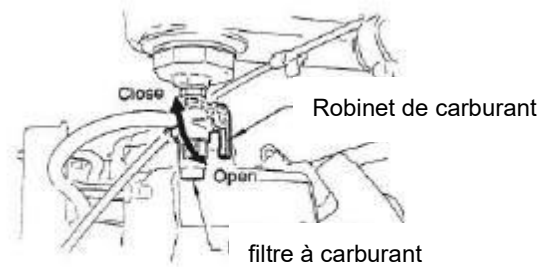

Fig 5
1. Ouvrir le robinet d'arrêt du carburant en déplaçant le levier du robinet de carburant en position OUVERTE (Fig. 5), puis réglez le commutateur de démarrage / arrêt du moteur (Fig. 5) en position START.
2. FermeR le robinet d'arrêt du carburant en déplaçant le levier du robinet de carburant en position **FERMÉE**. Voir la figure 5.